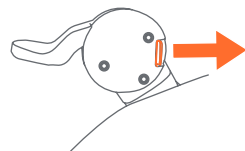

Fig. 2b
- Pour retirer la roue, tirez la languette vers l'extérieur et retirez la roue du moyeu (Fig. 2b).